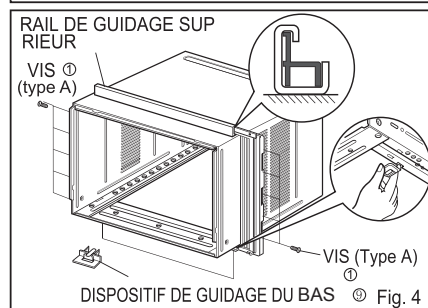

Fig. 4
4. Insérer les guides du bas dans la base du coffrage, la partie frontale du bas devant être face à la partie frontale de celui-ci (Fig 4)
5. Insérez les volets d'étanchéité dans le rail de guidage supérieur et dans les dispositifs de guidage du cadre. (Fig 4)
6. Fixez les volets d'étanchéité à l'appareil à l'aide de quatre vis de type A. (Fig 4)